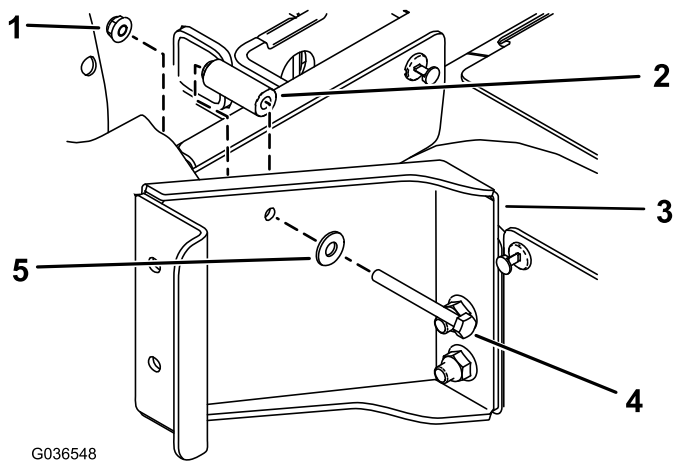

Bild 2
- Befestigen Sie die Halterung mit einer Sechskantschraube (1/4" x 2-1/2"), einer Flachscheibe (5/16"), einem Distanzstück (9/32" x 5/8") und einer Bundmutter (1/4") hinter dem hinteren Sitzunterteil, wie in **Bild 2** abgebildet.